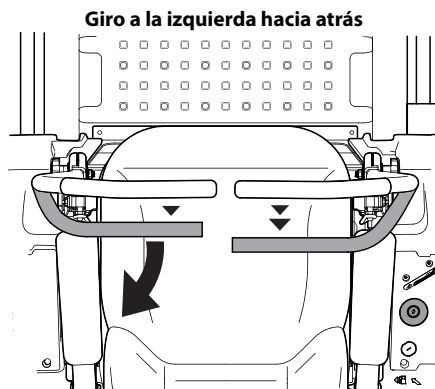

Figura 3-7
1. Para girar a la izquierda mientras se desplaza marcha atrás, mueva la palanca de control izquierda hacia adelante respecto de la palanca derecha. Consulte Figura 3-7.